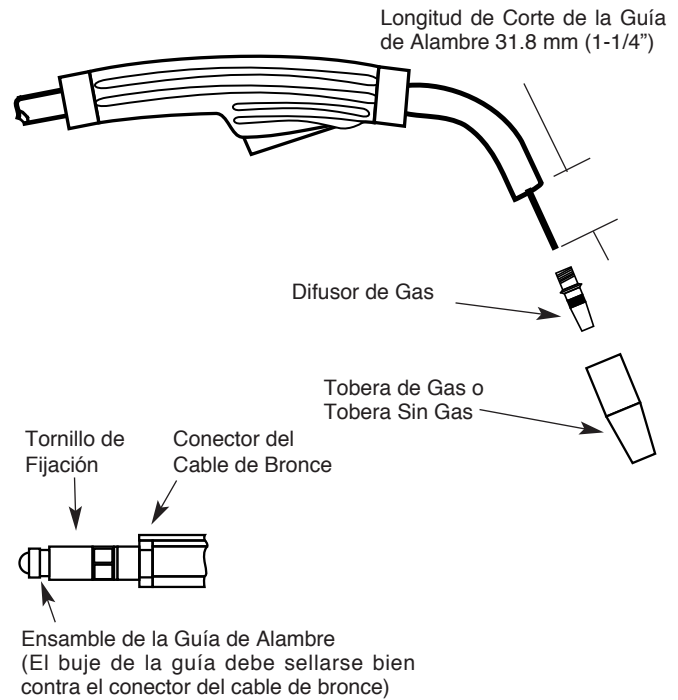

FIGURA D.2
NOTA: La variación en las longitudes de los cables evita la intercambiabilidad de las guías de alambre. Una vez que una guía ha sido cortada para una pistola en particular, no deberá instalarse en otra, a menos que pueda satisfacer el requerimiento de longitud de corte de la guía de alambre. Consulte la Figura D.2..
7. Con la tobera de gas y el difusor removido del tubo de la pistola, asegúrese de que el cable esté derecho, y después corte la guía de alambre a la longitud mostrada en la Figura D.2. Retire cualquier saliente del extremo de la guía de alambre.